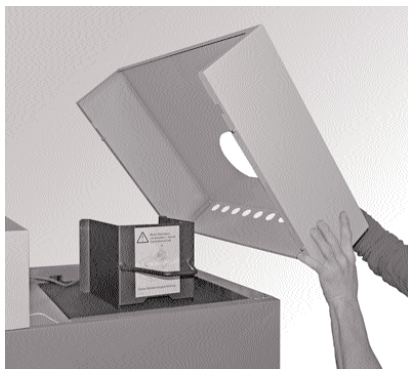

Fig. 50 - Togliere il coperchio della caldaia da dietro.
- togliere il coperchio della caldaia da dietro - Fig. 50.